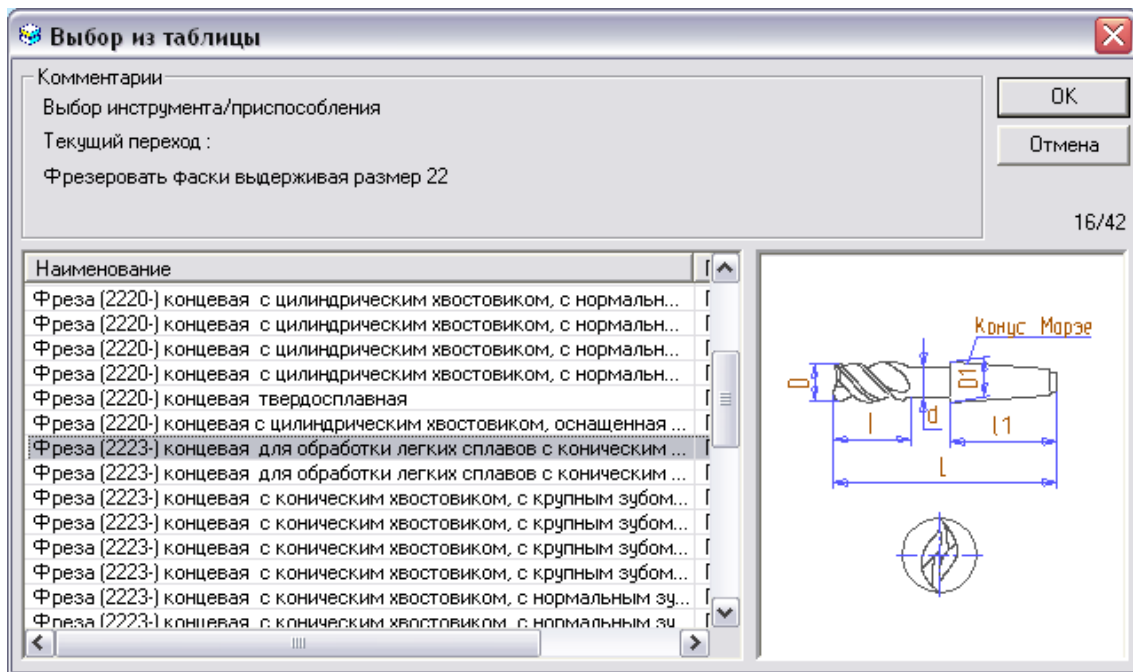

Рис. 26. Окно выбора инструмента (фрезы).
3. Выбор наименования оснастки, выбранной группы (см. Рис. 26);